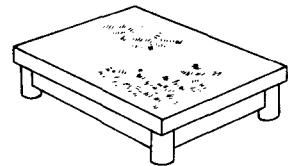

图 1-3 划线平台
(1) 划线平台 划线平台又称划线平板，是安放工件和划线工具的，是划线的基准面如图 1-3。划线平台是用铸铁制成的，它表面的平整性直接影响划线质量。因此，工作表面应经